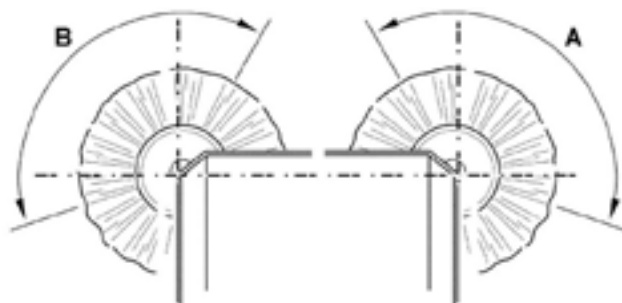

图 6
- 检查边刷的清扫痕迹，要符合图中所示（A 和 B，图 6）。